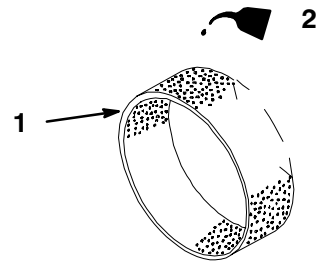

Bild 18
4. Gießen Sie etwas Öl auf den Einsatz (Bild 18). Drücken Sie den Einsatz, um das Öl zu verteilen.